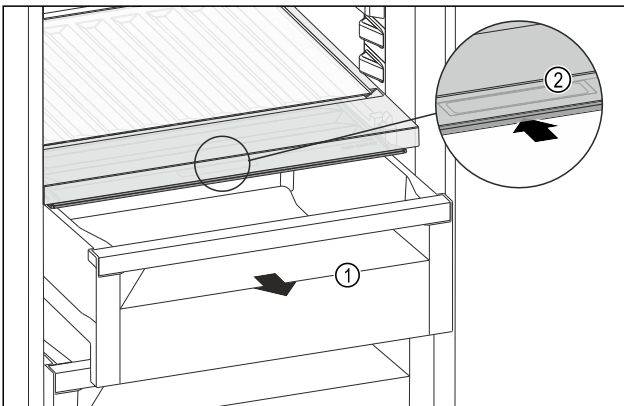

Fig. 122
- Schubfach Fig. 122 (1) herausziehen.
- Griffmulde Fig. 122 (2) am Fachdeckel anfassen und Fachdeckel gleichzeitig nach hinten schieben.